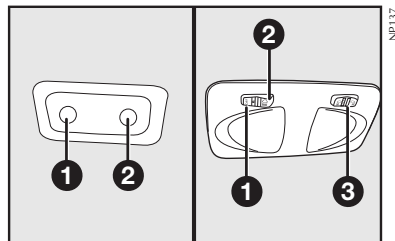

fig. 59
O conjunto da luz interna possui 3 situações distintas, de acordo com a posição do interruptor **fig. 59**:
**Interruptor 3-fig. 59:** para selecionar o lado de acendimento da luz interna.